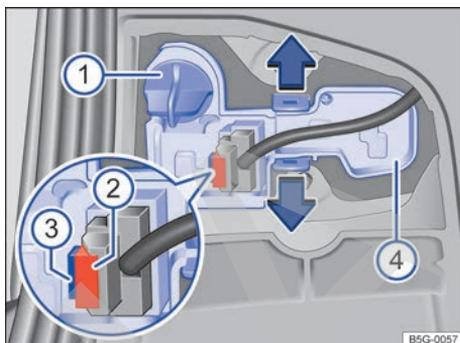

Fig. 173 En el portón del maletero: extraer el portalámparas.
4.	Gire el portalámparas → fig. 173 ① en el sentido contrario al de las agujas del reloj, hasta el tope, y extráigalo junto con la lámpara hacia atrás.
5.	Sustituya la lámpara averiada por otra nueva del mismo tipo. Coloque el portalámparas ① y gírelo en el sentido de las agujas del reloj hasta el tope.
6.	Extraiga el fusible ②. Presione el bloqueo ③ del conector y desacople el conector.
7.	Desbloquee las pestañas de encastramiento del portalámparas ④ en el sentido de la flecha y extraiga el portalámparas.